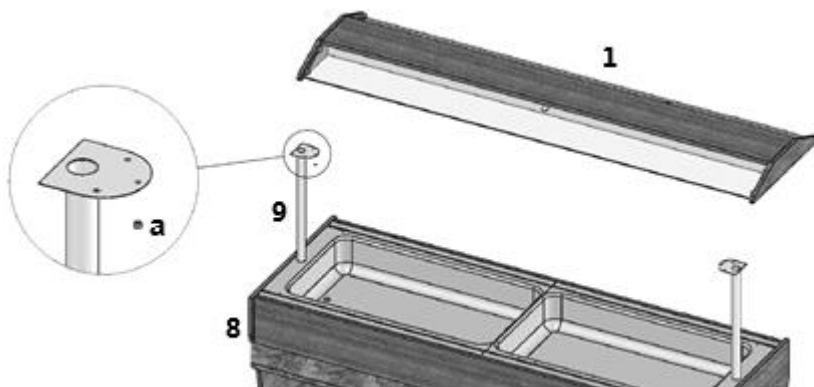

Bild 3
1. Montera hostskyddet med inbyggd belysning på apparaten (bild 3).